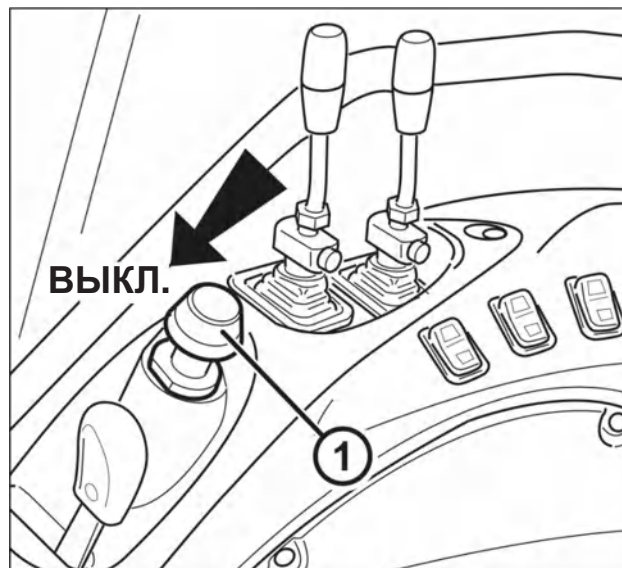
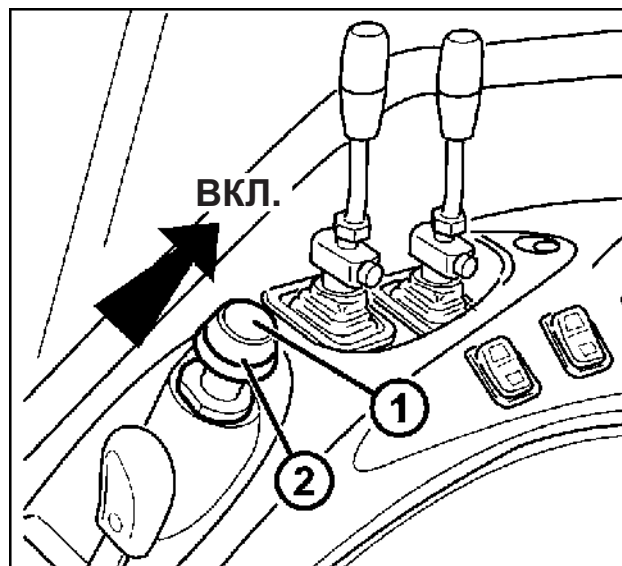

Рис. 5-9. Выключение
Рис. 5-10. Включение
Включение вала отбора мощности выполняется с помощью выключателя (1 — рис. 5-9).
Нажмите выключатель, чтобы включить/выключить ВОМ (1, рис. 5-9 и рис. 5-10), когда двигатель работает на холостом ходу.
Чтобы включить ВОМ, разблокируйте выключатель (1), потянув вверх кольцо фиксатора (2) (рис. 5-10).
Всегда устанавливайте выключатель в выключенное положение (рис. 5-9) после использования ВОМ и (или) перед запуском двигателя.
**ПРЕДУПРЕЖДЕНИЕ!** Муфту ВОМ необходимо выключать перед переключением с одной частоты вращения на другую (выключатель 1, рис. 5-9).